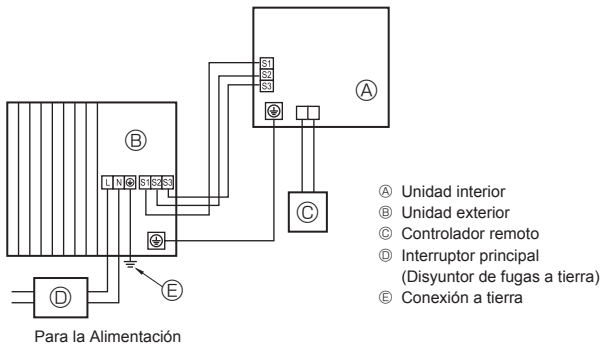
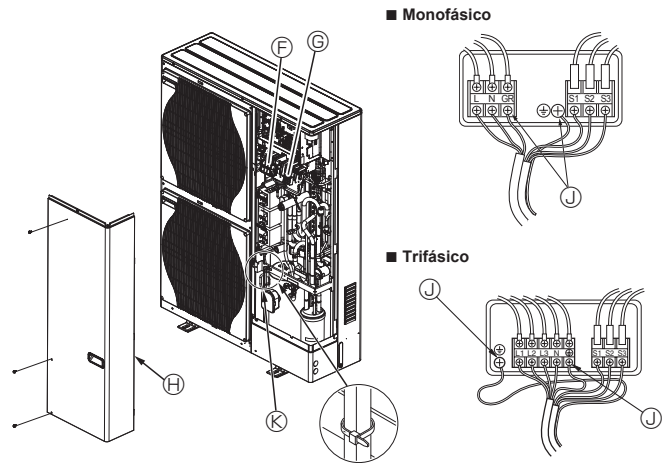

Fig. 5-1
Fig. 5-2
5.1. Unidad exterior (Fig. 5-1, Fig. 5-2)
- ① Extraiga el panel de servicio.
- ② Tienda los cables de acuerdo con la Fig. 5-1 y Fig. 5-2.